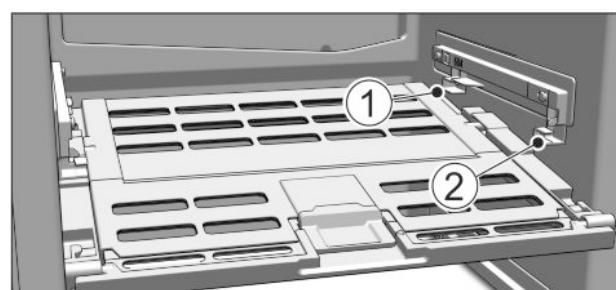

Fig. 43
► Introduceți capacul Fructe & legume mereu proaspete: Introduceți de jos ghidajele capacului în suportul de sprijin din spate Fig. 43 (1) și cuplați-le în față în suportul de sprijin Fig. 43 (2).